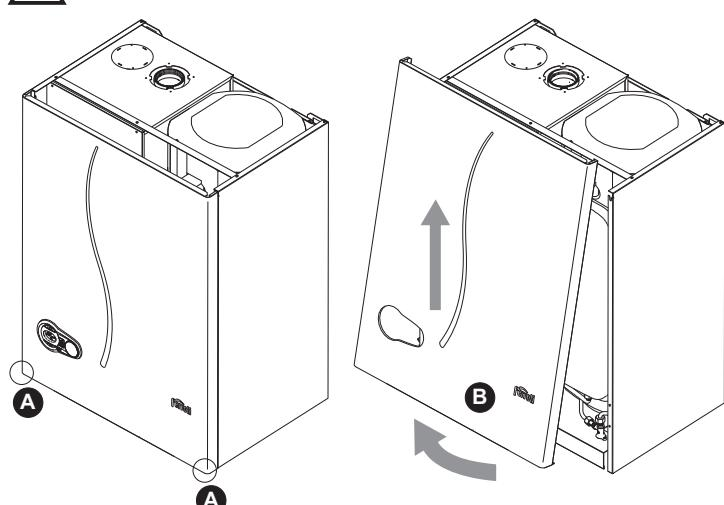

fig. 26 - Ouverture du panneau avant
- Dévisser les vis A (voir fig. 26)